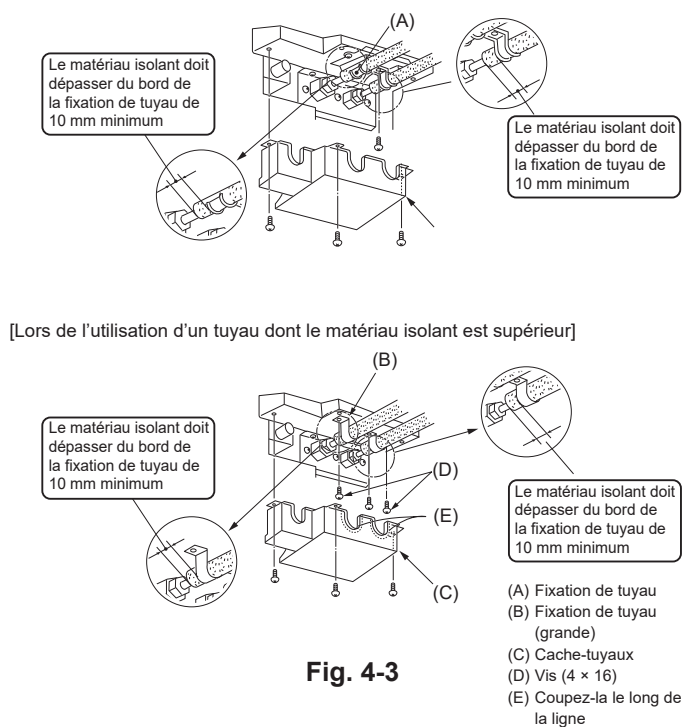

Fig. 4-3
4.3. Installation du cache-tuyaux (Fig. 4-3)